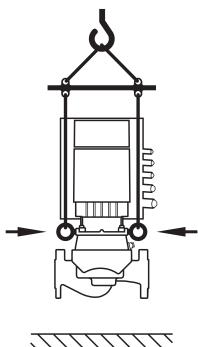

Fig. 8: Транспортиране на помпата
- Транспортът на помпата трябва да се извърши посредством разрешени товароухващащи приспособления (напр. полиспаст, кран и др.). Те трябва да се закрепят към транспортните халки, които се намират на фланеца на мотора (Fig. 8, тук е изобразено: Подемно приспособление с вертикален моторен вал).